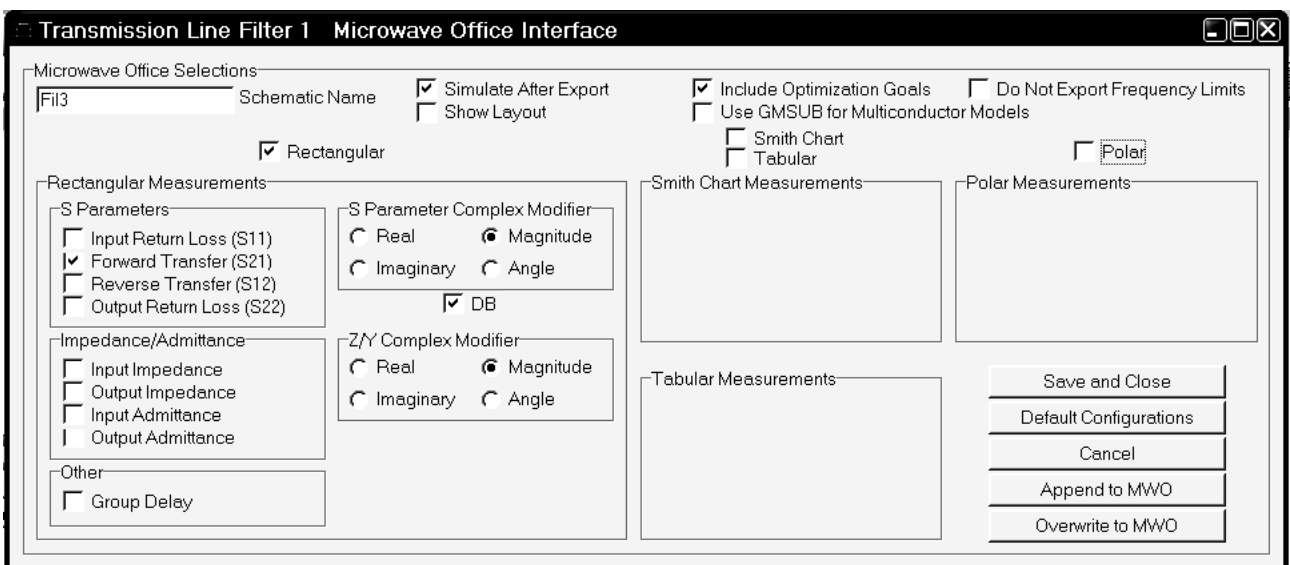

Рис. 4.61
4.59. Откроется окно установки опций для передачи схемы в Microwave Office рис. 4.61.